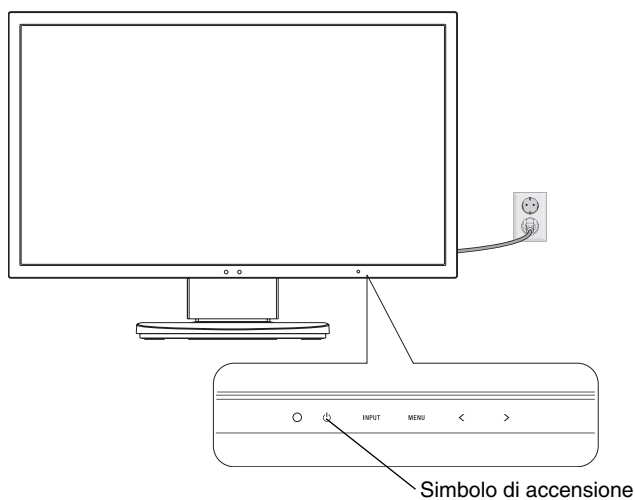

Figura E.1
8. Accendere il computer, quindi accendere il monitor premendo il simbolo di accensione sul bordo frontale (**Figura E.1**).